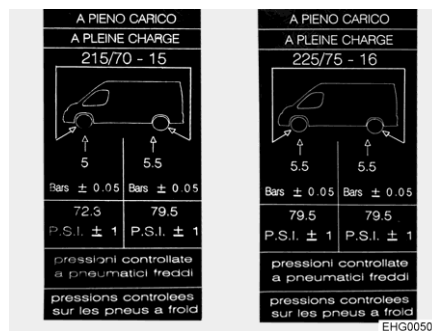

Fig. 145 Etichetta di avvertenza pressione degli pneumatici applicato su montante B (esempio)
- ▷ Le etichette con le indicazioni sulla pressione degli pneumatici richiesta sono applicate sull'interno del montante B (vedere Fig. 145).